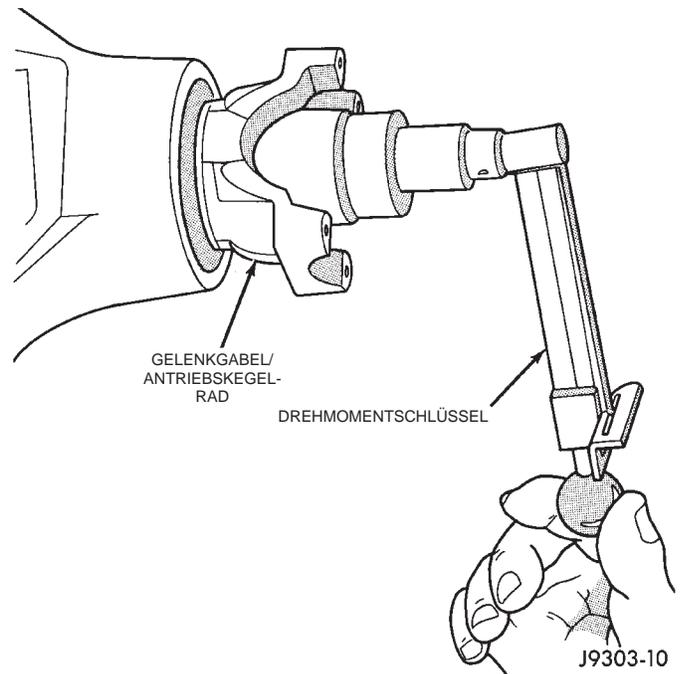

Abb. 10 Drehmoment des Antriebskegelrads messen
(3) Unterlegscheibe und eine neue Mutter auf der Welle des Antriebskegelrads montieren. **Die Mutter nur so fest anziehen, daß das Axialspiel der Welle beseitigt ist.**
(4) Mutter des Antriebskegelrads mit einem Anzugsmoment von 217 N·m (160 ft. lbs.) festziehen.
(5) Die Welle mit dem Drehmomentschlüssel drehen und das Drehmoment notieren. Das erforderliche Drehmoment entspricht dem beim Ausbau gemessenen Drehmoment plus 0,56 N·m (5 in. lbs.) (Abb. 10).